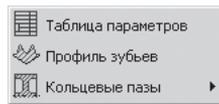

Рис. 3.21. Всплывающее меню после щелчка по кнопке  – **Дополнительные элементы ступеней** после выделения элемента механической передачи
- щелкните в верхнем окне системы КОМПАС-SHAFT 2D на панели инструментов по кнопке  – **Дополнительные элементы ступеней**. Появится всплывающее меню, см. рис. 3.21;